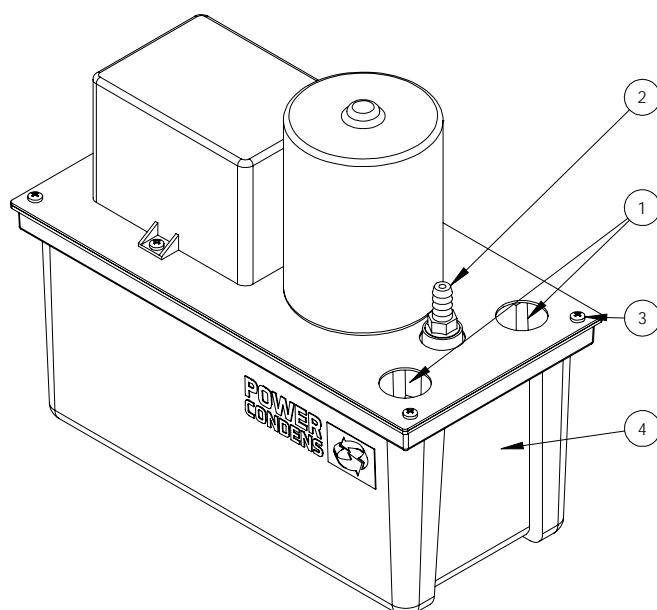

Abbildung 1: Kondensatpumpe KP 150 / KP 250
- Alle Schrauben herausdrehen. (Abbildung 1, Pos. 3)
- Die Kondensatzulauföffnung mit 28.5mm Durchmesser (Abbildung 1, Pos. 1) befindet sich im Deckel des Kondensatsammelbehälters. Bei Bedarf kann ein zweiter Zulauf mit (Abbildung 1, Pos. 1) genutzt werden. Zum Anschluss der Kondensatablaufleitung (Abbildung 1, Pos. 2) ist ein Schlauch mit 10mm Durchmesser vorgesehen.
- Kondensatzulaufleitung an die Zulauföffnung (Abbildung 1, Pos. 1) anschliessen.
- Kondensatablaufleitung am Kondensatablauf (Abbildung 1, Pos. 2) anschliessen.